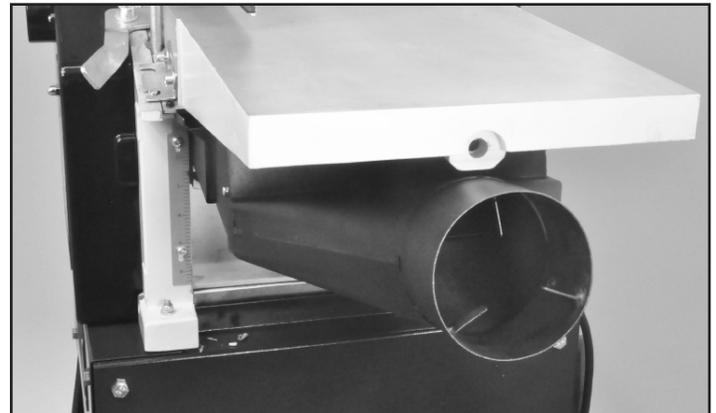

FIG. 34
2. Conecte la manguera colectora de polvo al puerto de polvo y, a continuación, levante la cama de la cepilladora para asegurar la campana de eyección de la viruta en su posición para la unión. FIG. 34.